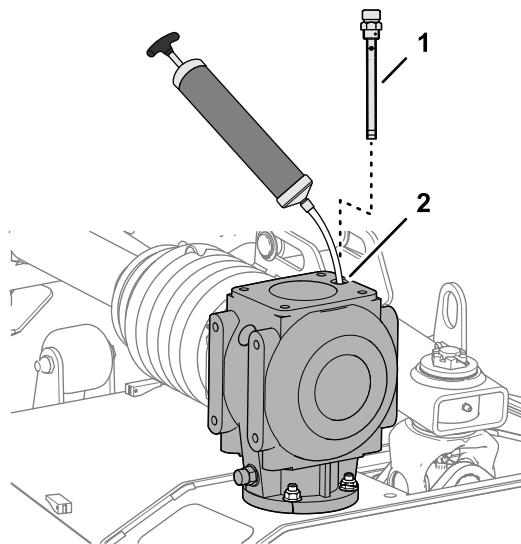

Bild 62
- Nehmen Sie den Peilstab von der Oberseite des Getriebes ab (Bild 62).
- Das Getriebeöl durch die Peilstaböffnung mit einer Saugpumpe aus dem Getriebe absaugen (Bild 62).